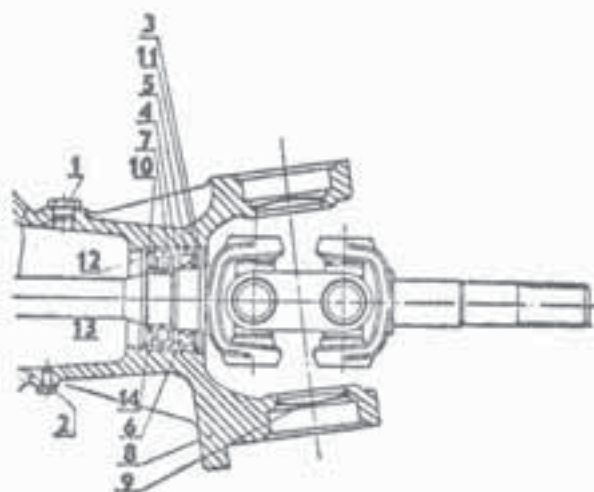
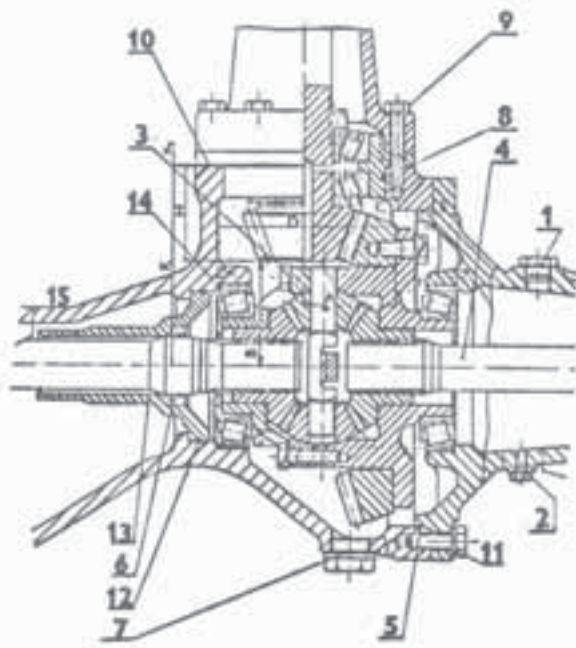

Рис.164. Установка полуоси.
Рис.165. Установка дифференциала
2. С корпуса моста снять стопорное кольцо /рис.164, поз.3/ и вывернуть вал в сборе /рис.165, поз.4/.
3. С ведущего вала снять стопорное кольцо 85 /рис.164, поз.12/ и ведущий вал в сборе /рис.169, поз.4/ вместе с подшипником 6209 /поз.7/ и манжетой 55x80x13 /поз.6/.